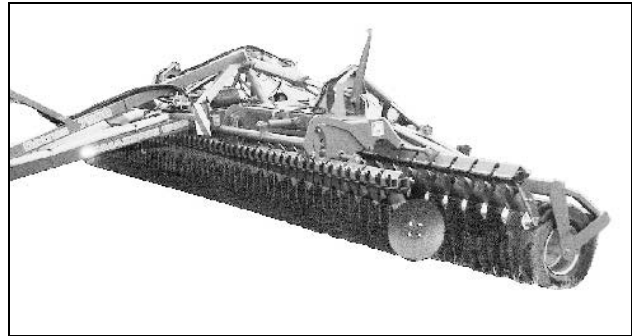

Fig. 41
- Nosta molemmat kiekkosarjat kokonaan ulos (Fig. 41).